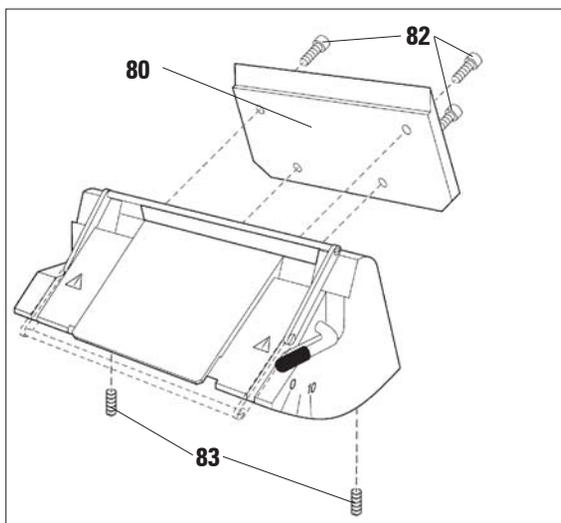

Fig. 29
A placa de pressão traseira (80) é colocada sobre dois parafusos fixadores (83, Fig. 29) permitindo um ajuste de altura e de paralelismo.